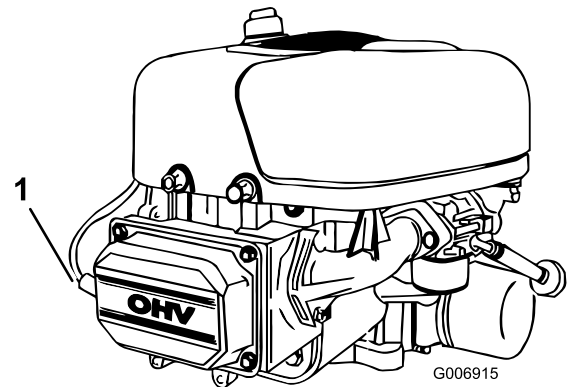

Bild 22
5. Klemmen Sie das Zündkabel von der Zündkerze ab (Bild 22).
3. Schließen Sie den Zündkerzenstecker an die Zündkerze an (Bild 22).